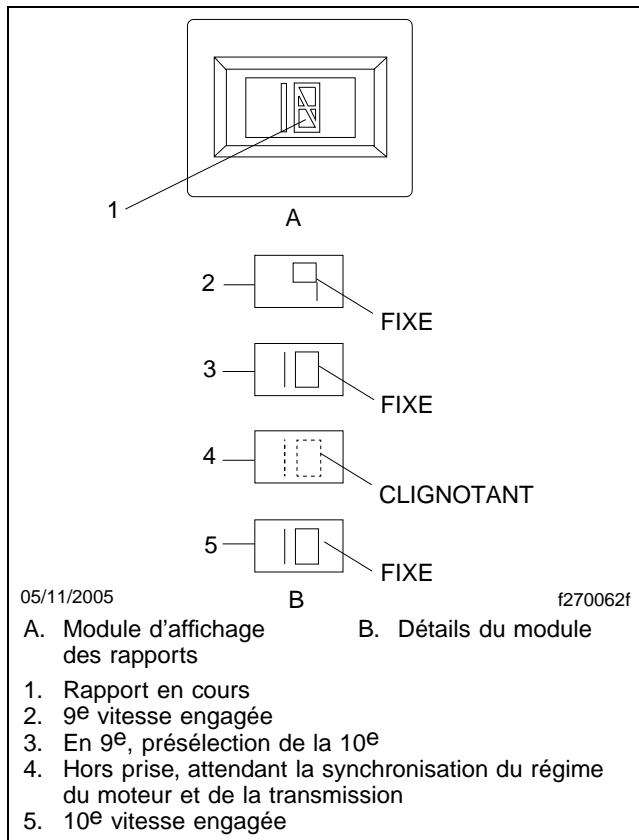

Fig. 8.3, Module d'affichage des rapports
- Le module d'affichage des rapports (**figure 8.3**), monté sur le tableau de bord, indique la position du rapport courant ou l'état de la boîte de vitesses. De plus, le rapport suivant devant être engagé clignote sur l'affichage alors que la boîte de vitesses se trouve au point mort pendant un changement de rapport.